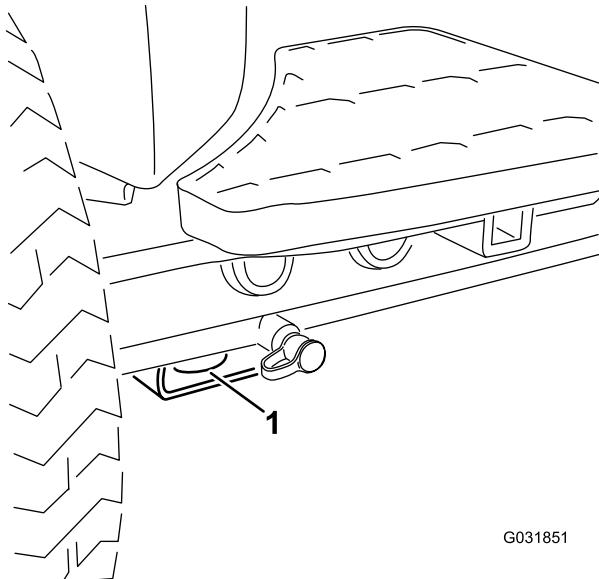
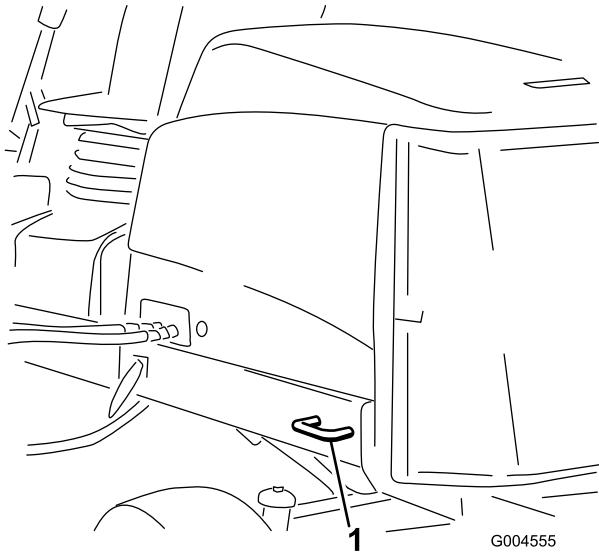

Рисунок 38
Рисунок 39
- Для надежного крепления машины к прицепу или грузовику с помощью стропов, цепей, тросов или канатов используйте установленные на машине металлические крепежные проушины (Рисунок 38 и Рисунок 39).
- В передней части – используйте отверстие в прямоугольной подкладке под трубой моста внутри каждого переднего колеса (Рисунок 38)
- В задней части – используйте каждую сторону машины на задней раме (Рисунок 39)